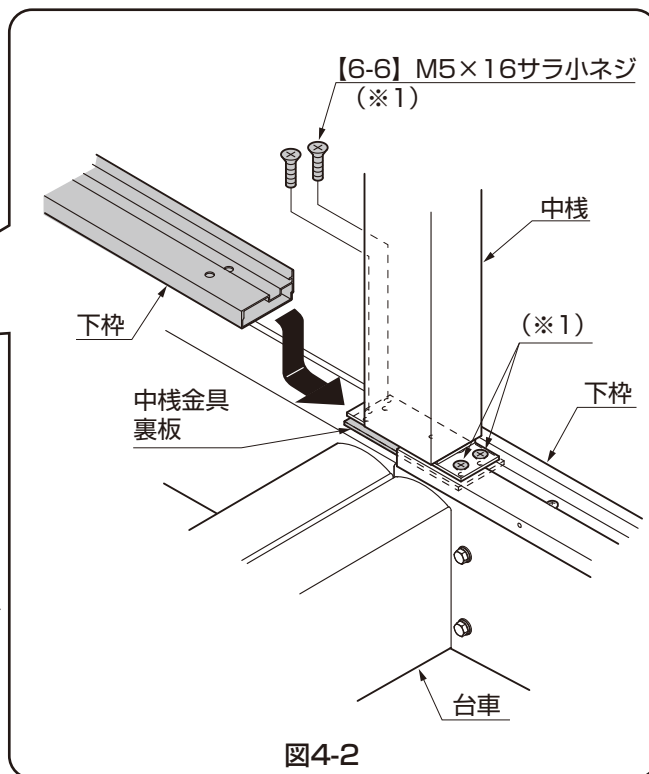

図4-2
- ② もう片方の下枠を仮固定した中棧金具裏板に差込み、中棧を【6-6】で仮固定してください。（図4-2参照）
- ④ ①、②で仮固定した【6-6】を本締めしてください。（図4-2参照）（※1）